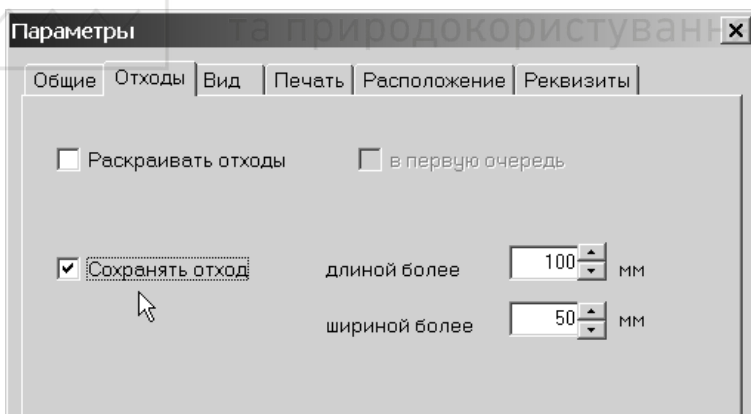

Рис. 8. Параметры карты розкрою
1) Відкрийте одну або декілька карт розкрою. Важливо: перш ніж розраховувати мірні відходи, переконайтеся що вибрано «Зберігати відхід». Для цього виконайте команду «Параметри» з меню «Сервіс» (рис. 8.). На вкладці «Відходи» можна також встановити мінімальні розміри відходу, які слід зберігати в базі даних.